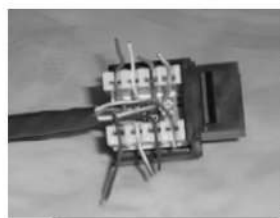

Figura No. 2. Construcción del *jack*
4.1.2 Sin destrenzar completamente los hilos insértelos en cada uno de los canales del *jack* RJ45 siguiendo la configuración T568-B indicada en el *jack* (Ver Figura No. 2).